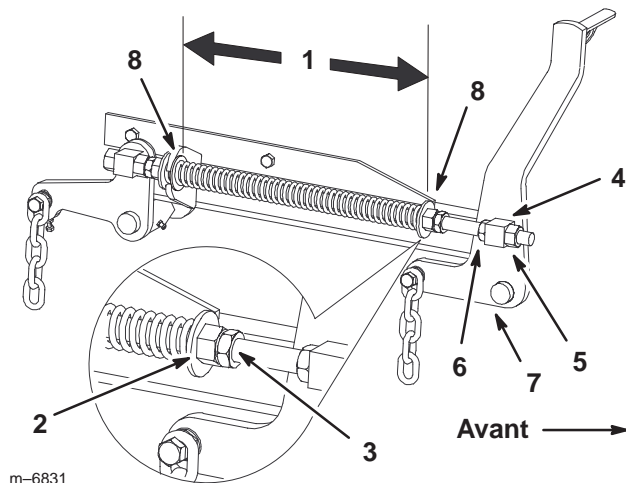

Figure 71
7. Desserrez d'environ 13 mm les écrous de blocage à l'avant des pivots gauche et droit (Fig. 71).
8. Réglez les écrous de relevage sur les côtés gauche et droit de la machine de manière à **abaisser l'avant de 6 à 10 mm au point A par rapport au point B à l'arrière** (Fig. 71).
2. Vérifiez que les deux grandes rondelles sont espacées de 26,7 cm (Fig. 71).
3. Réglez cette distance en desserrant l'écrou de blocage du ressort et en tournant l'écrou devant chaque ressort (Fig. 71). Tournez l'écrou dans le sens horaire pour raccourcir le ressort, et dans le sens inverse pour l'allonger.
4. Bloquez l'écrou en position en serrant l'écrou de blocage du ressort (Fig. 71).